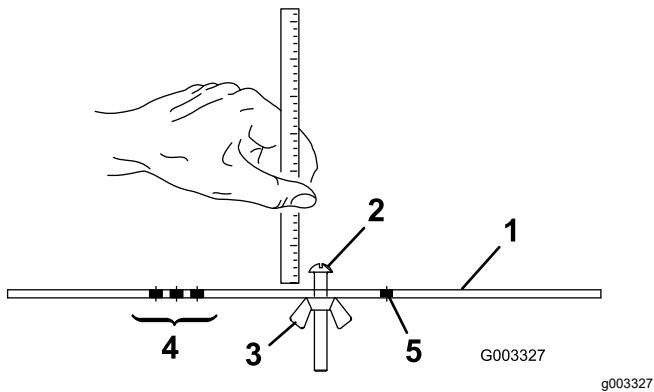

Figura 15
2. Afloje la tuerca de la barra de ajuste (Figura 15) y ajuste el tornillo para la altura de corte deseada.